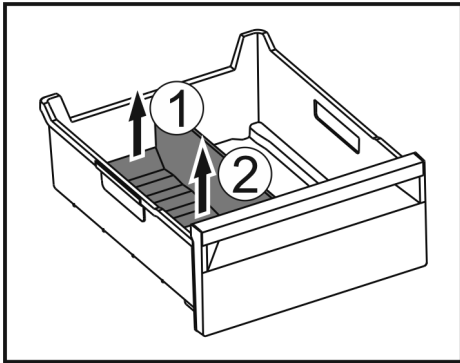

Fig. 63
- ▶ Hinteren Teil des Eisfach-Trenners anheben. Fig. 63 (1)
- ▶ Eisfach-Trenner nach oben entnehmen. Fig. 63 (2)